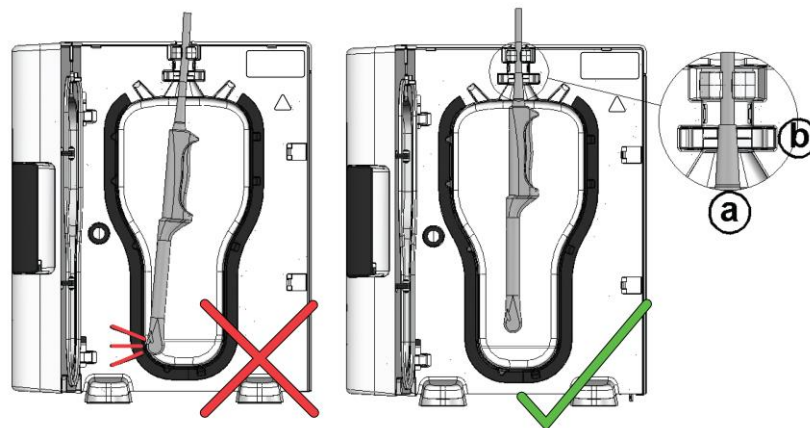

Рис. 10
3. Зонд надежно закрепляется в камере при помощи двух зажимов. См. Рис. 10.
У основания рукоятки зонда имеется короткий рукав, закрывающий электрический кабель. Он называется манжета зонда. См. Рис. 10(a).
Надев перчатки, правильно разместите зонд в аппарате trophon и убедитесь, что манжета зонда удерживается мягким зажимом. См. Рис. 10 -12.